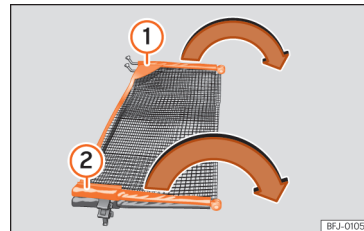

Abb. 151 Netztrennwand ausklappen.
Querstangen » Abb. 151 ① und ② der Netztrennwand in Pfeilrichtung auseinander klappen, bis ein „Klick“ zu hören ist.